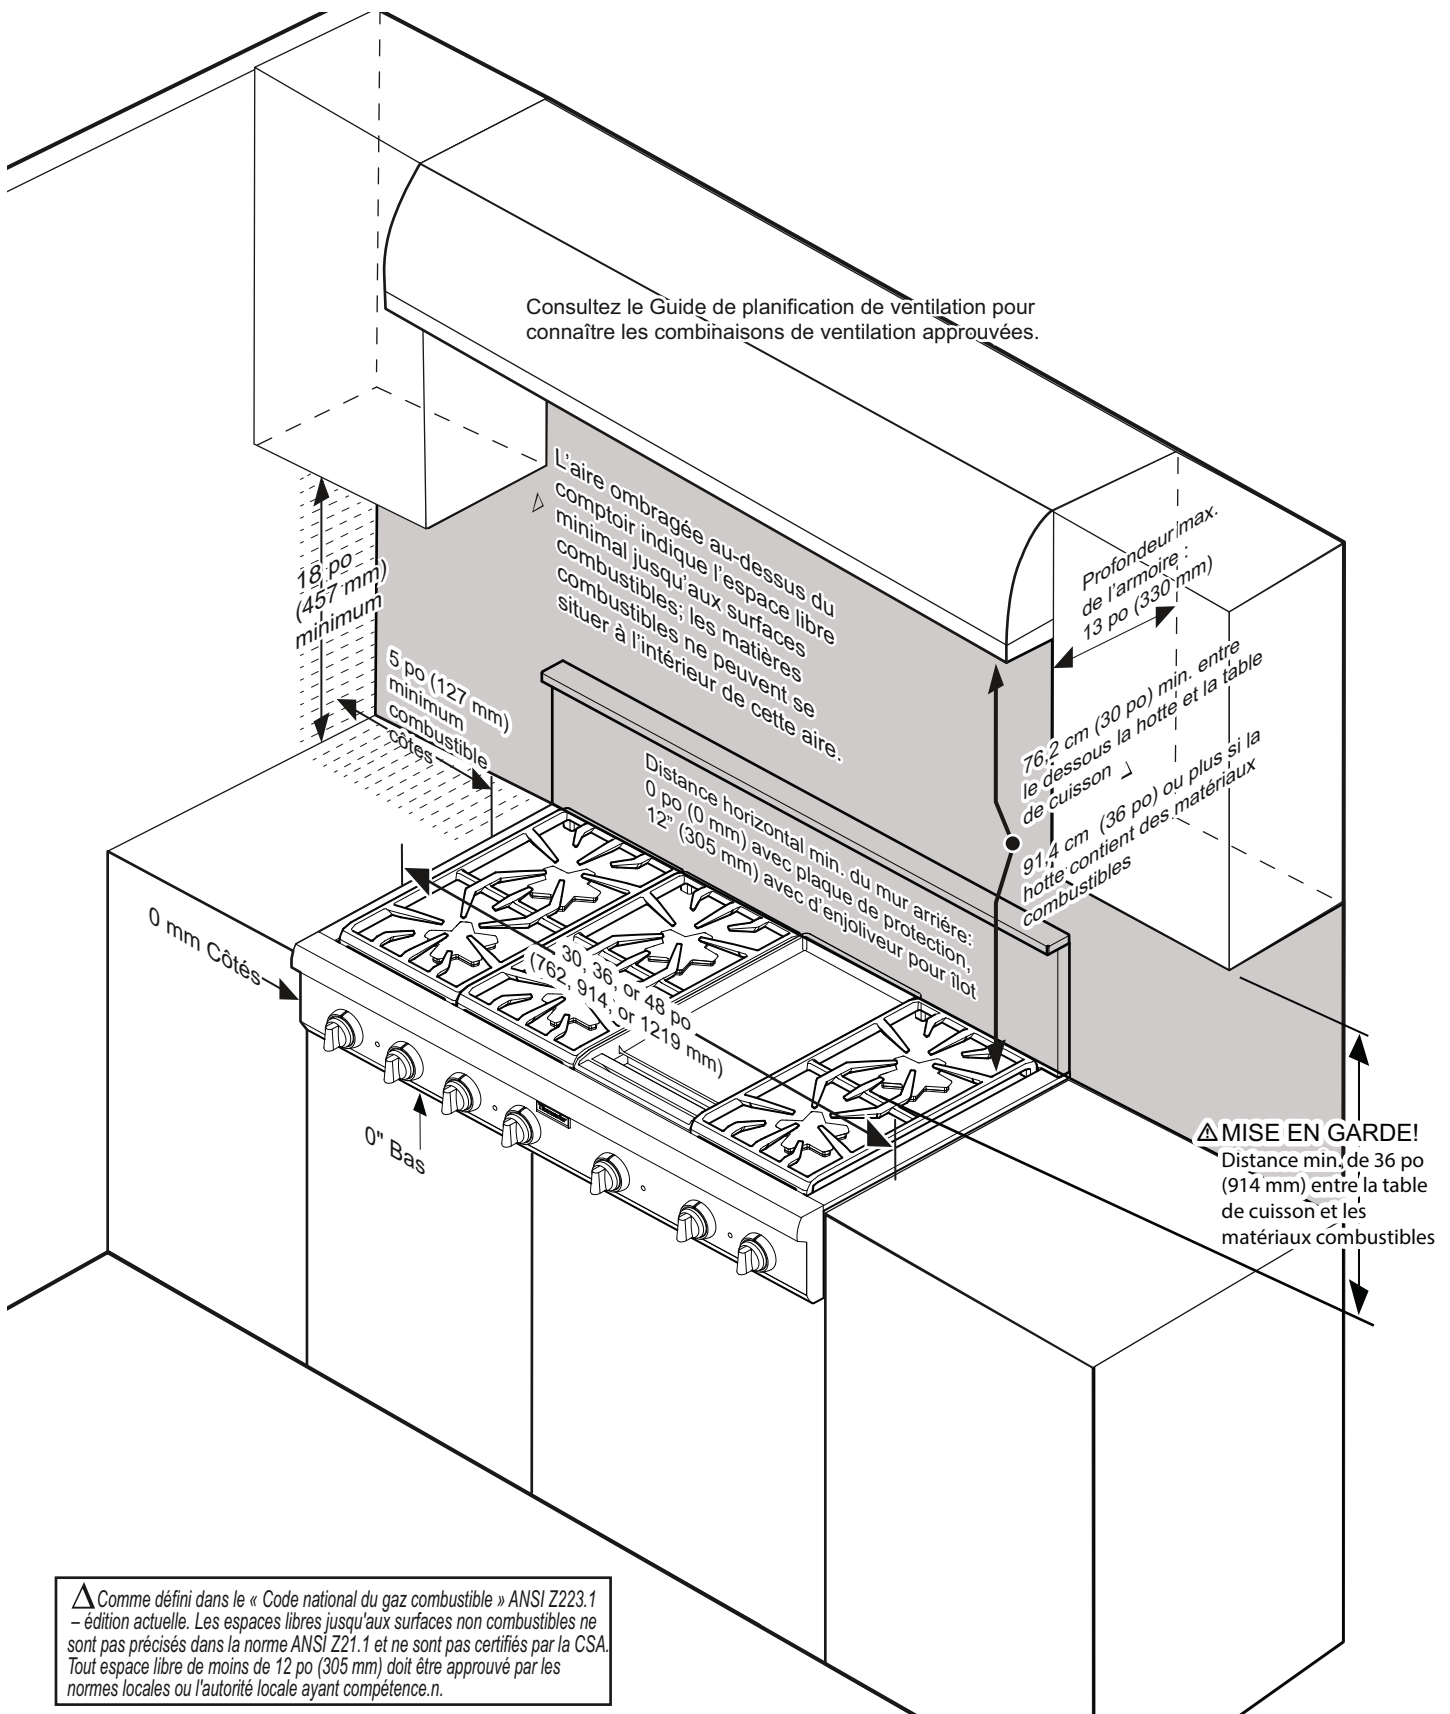

Figure 1 : Dégagements
Lors de l'utilisation de la garniture d'îlot THERMADOR, il faut un espace minimal de 12 po (305 mm) entre la partie arrière de l'appareil et la surface combustible (voir *Figure 1 à la page 22*). Les espaces libres jusqu'aux surfaces non combustibles ne sont pas précisés dans la norme ANSI Z21.1 et ne sont pas certifiés par la CSA. Tout espace libre de moins de 12 po (305 mm) doit être approuvé par les normes locales ou l'autorité locale ayant compétence.
- Pour une meilleure élimination des fumées, le bord inférieur de la hotte doit être placé à une distance de 91,4 cm (30 po) au-dessus de la table de cuisson. (Voir *Figure 1*).
2. Les dégagements requis sont indiqués à la *Figure 1*. Les mêmes dégagements s'appliquent aux installations en îlot, excepté pour les armoires suspendues qui doivent laisser un espace suffisamment grand pour y loger la hotte de l'îlot.
13. Pour l'installation de la table de cuisson de 1,22 m (48 po) sur les deux tiroirs chauffe-plats côte à côte de THERMADOR (modèle WD24), reportez-vous à la *Figure 8*. Si vous réalisez l'installation conformément à la *Figure 8*, le bord gauche de la table de cuisson sera aligné avec le bord gauche du tiroir chauffe-plats gauche et le bord droit de la table de cuisson sera aligné avec le bord droit du tiroir chauffe-plats droit. Pour obtenir un alignement différent, vous pouvez modifier la distance horizontale de 4,76 cm (1-7/8 po) entre les découpes des tiroirs chauffe-plats. Vous devez toutefois conserver une distance d'au moins 2,85 cm (1-1/8 po) pour éviter les interférences entre les tiroirs chauffe-plats. Montez un coude de 90° sur le tuyau d'arrivée de gaz de la table de cuisson. Tous les autres dégagements au-dessus du plan de travail doivent être maintenus comme indiqués à la *Figure 1*.